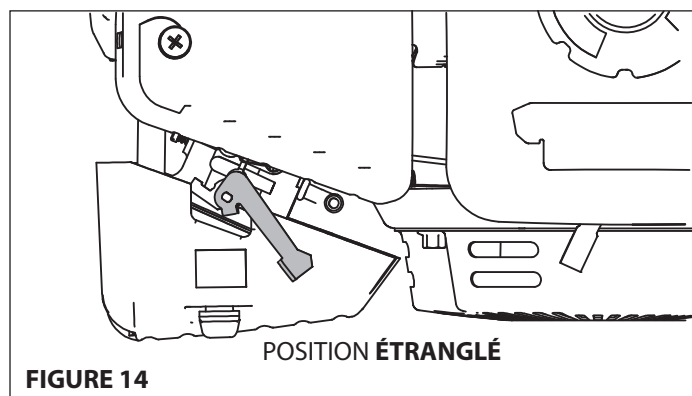

FIGURE 14
- Si le moteur est froid ou que la température ambiante est basse, mettre le levier du volet de départ en position **ÉTRANGLÉ**. **VOIR FIGURE 14.**